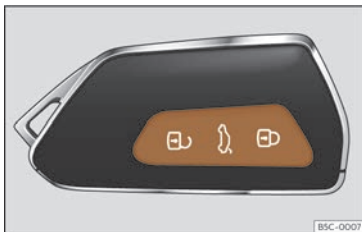

Fig. 84 Chave por control remoto: teclas.
- Bloquear: prema o botón >>> **fig. 84**.